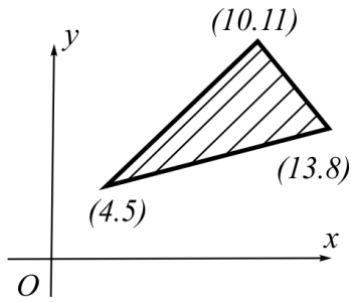

Рис.3.7
**3.7. Вычислить полярный момент инерции треугольника относительно начала координат. Треугольник задан координатами своих вершин (в см) (рис.3.7).**